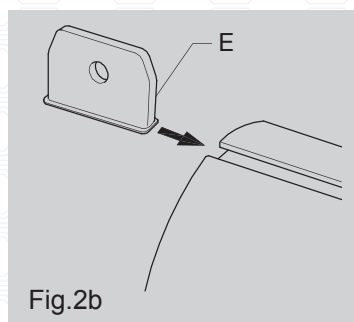

Fig.2b
- Inserire le staffe [E] (in dotazione con l'accessorio), facendole scorrere nel canalino presente sulla parte superiore del modulo (fig. 2b).
- Insert the brackets [E] (supplied with the accessory), sliding them into the small duct on the top of the module (fig. 2b).